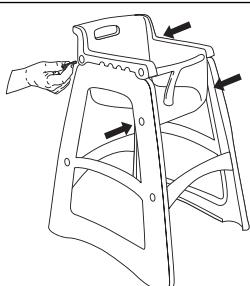

Figure 5
5. Insérez les vis de 7/8 po à travers le cadre et le siège comme illustré. Serrez à l'aide du tournevis. (Voir Figure 5)